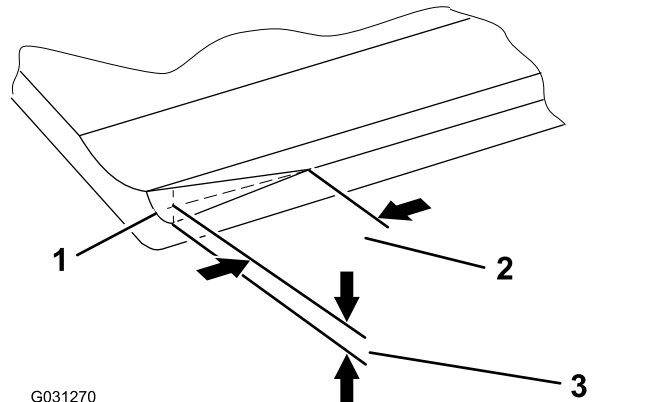

Figura 8
**Nota:** Col tempo, sarà necessario affilare l'imbocco (Figura 8), in quanto è stato progettato per durare solo il 40% della vita della controlama.